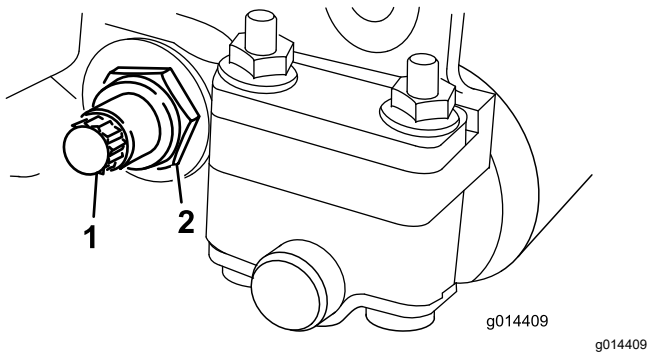

图 18
3. 在机器的另一侧松开固定底刀架螺栓 图 18 的锁紧螺母。
4. 拆下两个底刀架螺栓向下拉动底刀架并从滚刀组上拆下来图 18。